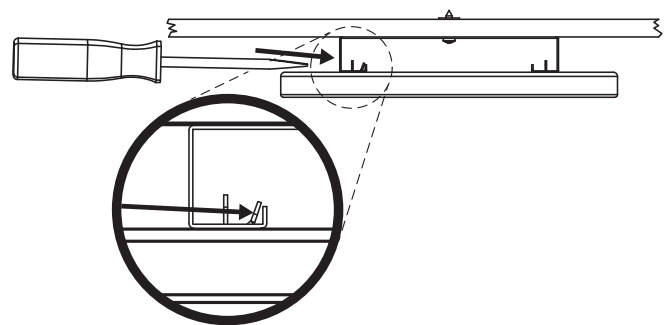

Bild 2. Donet kan säkras i fästramen genom en låsfunktion. Fliken i donets hakar pressas in mot fästramen med hjälp av t ex en skruvmejsel.
- Dondelen hakas fast i fästramens konsol och kan vid behov låsas vid t ex takmontage, se bild 2.